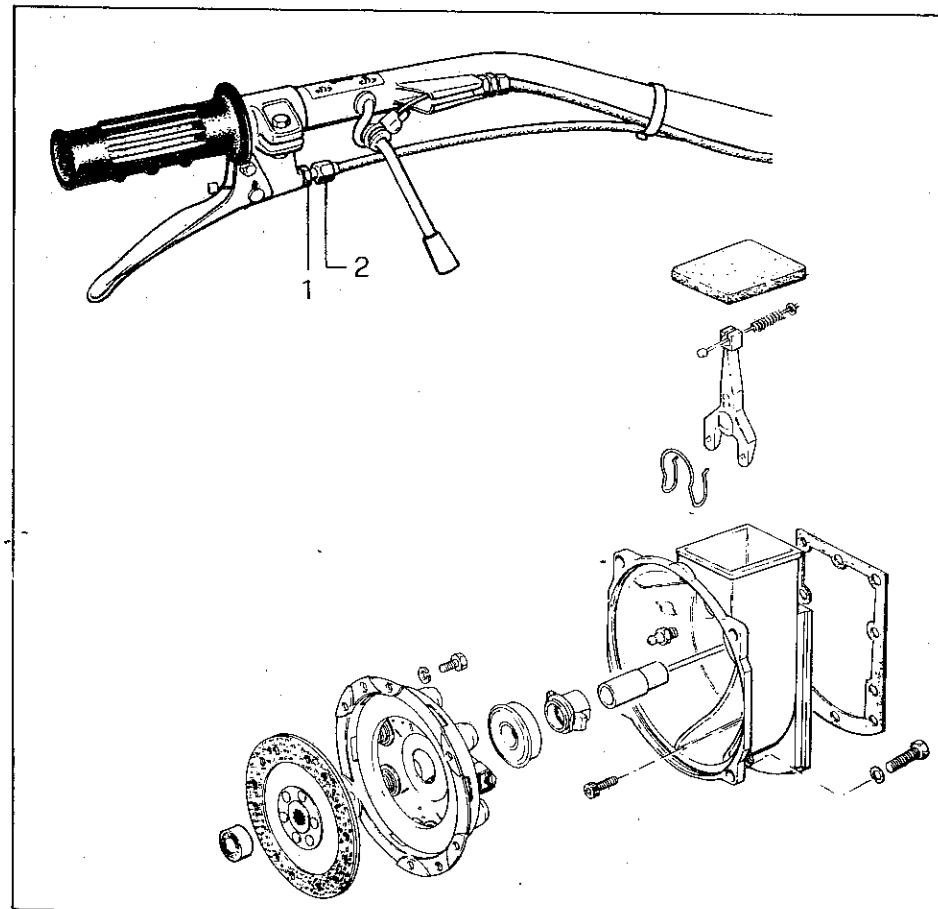

Fig. 16 - Bild 16
- Se la corsa a vuoto della leva è insufficiente (slittamento della frizione) o eccessiva (disinnestato incompleto), regolare il carico di comando (vedere la fig. 16). Agire sul registro di regolazione (2) dopo aver allestito il controdado (1), in modo che la corsa a vuoto della leva sia di 10 mm circa.
2. If the idle travel is insufficient (clutch slippage) or excessive (disengagement is not complete) adjust the relevant control cable (see fig. 16), unloosing jam nut (1) and operating on set nut (2) until a 10 mm idle travel is achieved.
2. Si la course à vide du levier s'avère insuffisante (l'embrayage patine) ou excessive (débrayage incomplet) régler le câble de commande (voir fig. 16). Agir sur l'écrou de réglage (2) après avoir relâché le contre-écrou (1), de sorte que la course à vide soit d'environ 10 mm.
2. Sollte der freie Hebelweg ungenügend (Rutschung der Kupplung) oder übermäßig (unvollständige Ausschaltung) ausfallen, das Steuerdrahtseil (siehe Bild 16) durch Wirkung auf die Einstellmutter (2) nach Lösen der Gegenmutter (1) so einstellen, dass der freie Hebelweg ca. 10 mm beträgt.